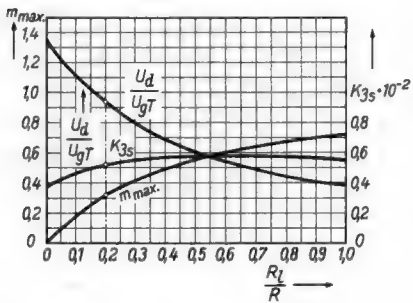

Bild 2. m_{max} , U_d/U_{gT} und K_{3s} als Funktionen von R_1/R bei optimaler AM-Unterdrückung für:
In Bild 2 sind der zulässige Modulationsgrad, die Empfindlichkeit und der kubische statische Klirrfaktor für einen praktisch hergestellten Verhältnisgleichrichter (Bandmitte $f_m = 10,7$ MHz) als Funktionen des Verhältnisses „Längswiderstand zu Lastwiderstand“ nach den Formeln (2) bis (4) berechnet und graphisch dargestellt. Der Schaltung liegen die folgenden Daten zugrunde: $Q = 72$; $K = 27,6 \cdot 10^{-3}$; $\ddot{u} = 1,36$; $L_1 = 7,4 \mu H$; $L_2 = 1,11 \mu H$; $C_1 = 30$ pF; $C_2 = 50$ pF; $S \approx 2,8$ mA/V (Verwendung der EF 89 als Vorröhre). Man erkennt, daß man mit dem Wert $R_1/R = 0,2$, wie er bei diesem Ratiodetektor gewählt wurde, einen günstigen Kompromiß zwischen den z. T. einander widersprechenden, technischen Forderungen eingeht. Bei einem kubischen statischen Klirrfaktor von $\approx 0,52\%$ und einem zulässigen Amplitudenmodulationsgrad von $\approx 31\%$ errechnet sich für die Empfindlichkeit der Wert: $U_d/U_{gT} \approx 0,93$.